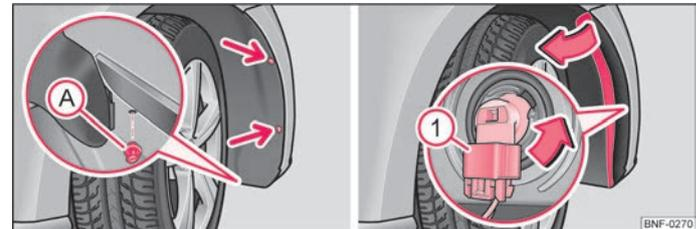

Abb. 121 Radhaus vorn: Glühlampe für Nebelscheinwerfer auswechseln
- Drehen Sie die beiden Befestigungsschrauben der Radhausverkleidung mit dem Schraubendreher aus dem Bordwerkzeug heraus (Pfeile) ⇒ Abb. 121.
- Drehen Sie den Spreizniet (A) unten an der Radhausverkleidung mit einem flachen, stumpfen Gegenstand, z. B. mit einer Münze, heraus und nehmen Sie diesen ab.
- Klappen Sie die Radhausverkleidung zur Seite, ziehen Sie den Stecker (1) ab ⇒ Abb. 121.